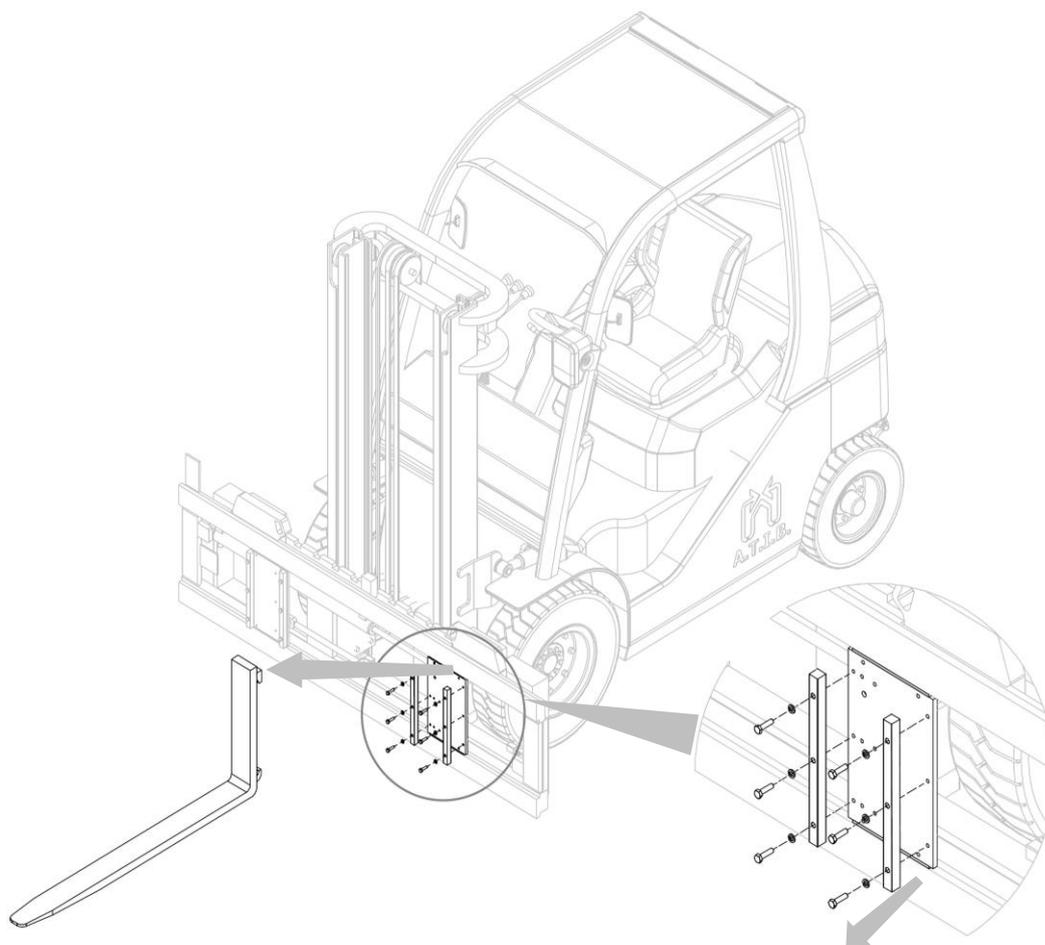

Abbildung 17
2. Entfernen Sie nacheinander die Gabelzinken, nachdem Sie die Gabelarretierungen aus den Adapterplatten abgeschraubt haben (siehe *Abbildung 17*).